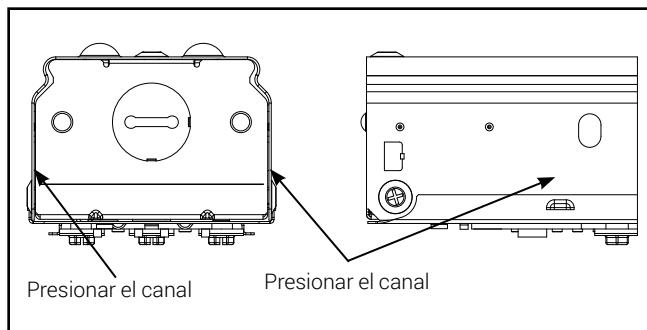

Figura 2.
1. Retire la cubierta del canal presionando hacia dentro por debajo de cada ficha (Figura 2). Levante gradualmente la cubierta mientras sigue presionando el canal en la ubicación de cada ficha.